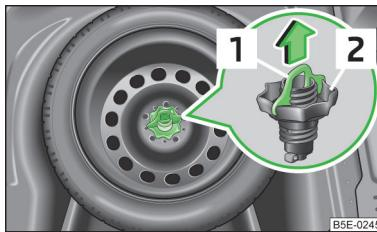

Fig. 192
La rueda de repuesto se encuentra en una cavidad debajo de la moqueta del maletero y está fijada con una tuerca especial » fig. 192.
- » Extraiga el fusible 1 » fig. 192 en el sentido de la flecha.
- » Enrosque la tuerca 2 » fig. 192 en el sentido de las agujas del reloj hasta que la rueda esté debidamente sujetada.
- » Introduzca el fusible 1 » fig. 192 en sentido contrario al de la flecha.